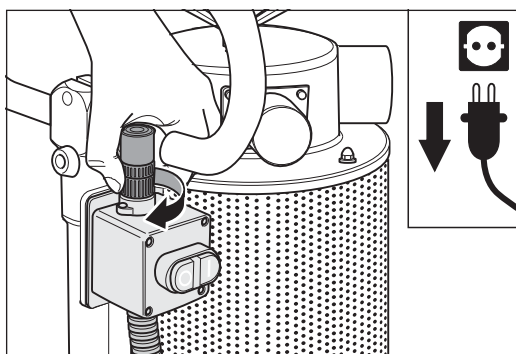

Abb. 62 Den Gewinding des Kabelsteckers **im Uhrzeigersinn** am Ein-/Aus-Schalter festschrauben.
- 5 Schrauben Sie den Gewinding des Kabelsteckers **im Uhrzeigersinn** am Ein-/Aus-Schalter fest (Abb. 62).